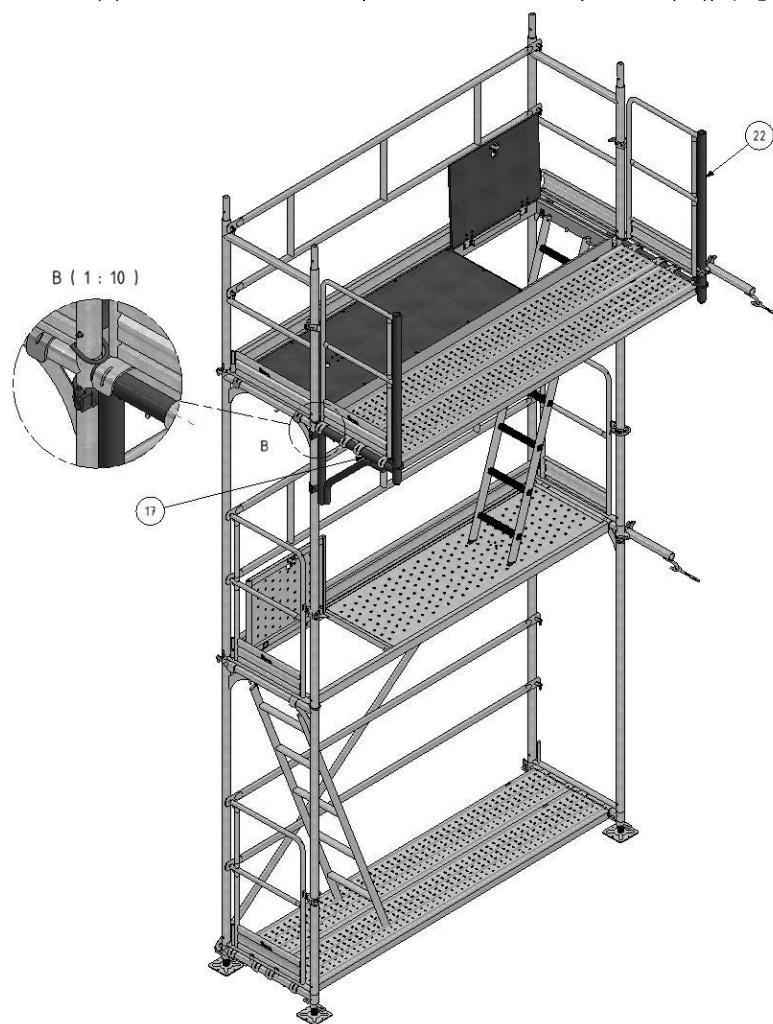

Figura 16
O suporte de aumento de prancha (17) deve ser colocado de forma a que ambas as travessas fiquem alinhadas (o tubo horizontal da perna de andaime (4) e tubo horizontal do suporte de aumento de prancha (17)), (Figura 16).
### 18.1 Nomenclatura da (Figura 16)